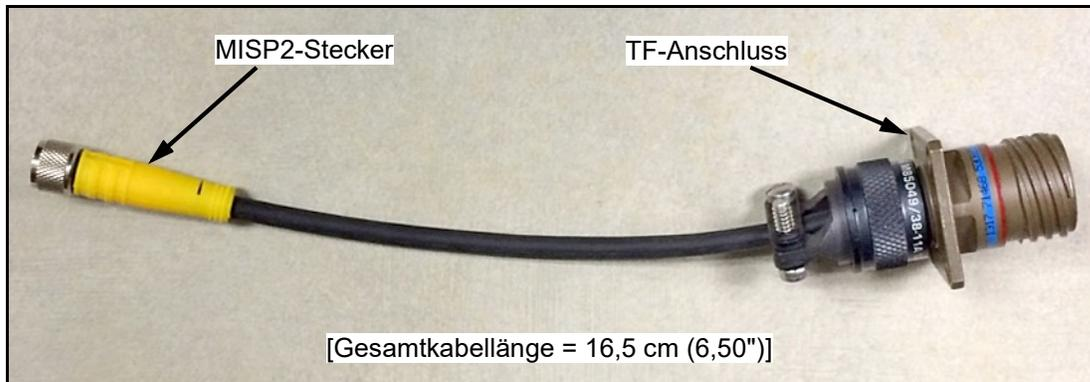

Abbildung 5: TF-MISP2-Adapterkabel
Wenn ein Feuchtigkeitssystem einen **TF-Series**-Feuchtigkeitssensor verwendet, kann das Kabel für die Verwendung mit einem **MISP2**-Sensor angepasst werden. Um das vorhandene System nachzurüsten, beachten Sie die nachstehende *Abbildung 5* und führen Sie die folgenden Schritte aus:
3. Schließen Sie mit dem *Panmetrics-Adapterkabel 704-1362-00* (siehe *Abbildung 5* oben) ein Ende des Kabels an den **MISP2**-Sensor und das andere Ende des Kabels an den **TF-Series**-Kabelstecker an.